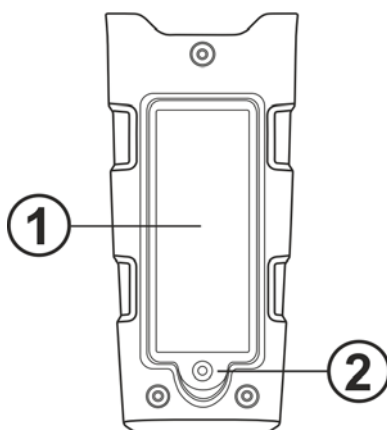

Fig. 4: Substituição das baterias
2. Desapertar o parafuso de fixação (ver Fig. 4 – parte 2) da cobertura do alojamento da bateria (ver Fig. 4 – parte 1), remover a referida cobertura e retirar as baterias.